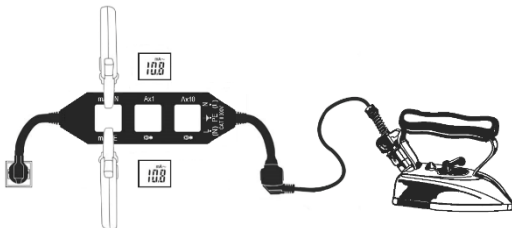

Fig. 3
4. Lisez la valeur directe du courant de fuite (conducteur PE) dans l'anneau mA-PE ou la valeur indirecte/ valeur différentielle du courant de fuite (conducteur L-N) dans l'anneau mA-L-N (voir fig. 3).